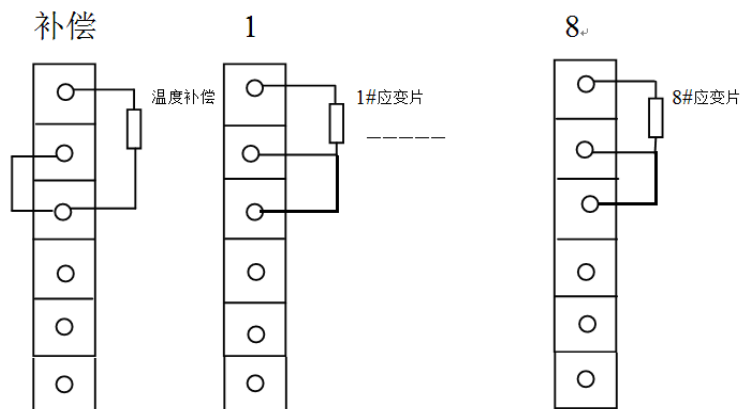

图 2-2 1/4 电桥连接图
- 2、接线：根据本次实验内容，将需要测量的各测量点上引出的电阻应变片导线依次按选定的 1/4 桥路接线方法接至电阻应变仪的各测量桥上。如图 2-2 所示：